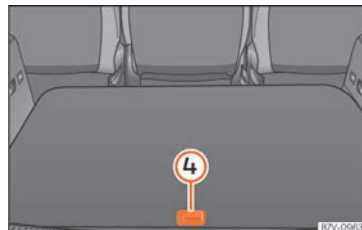

**Fig. 168** Otros compartimentos en el suelo del maletero.
- **Abrir:** levante por el asa la parte posterior del suelo del maletero » » fig. 168 ④.
- **Cerrar:** guarde el gancho y presione hacia abajo la parte posterior del suelo del maletero ④.